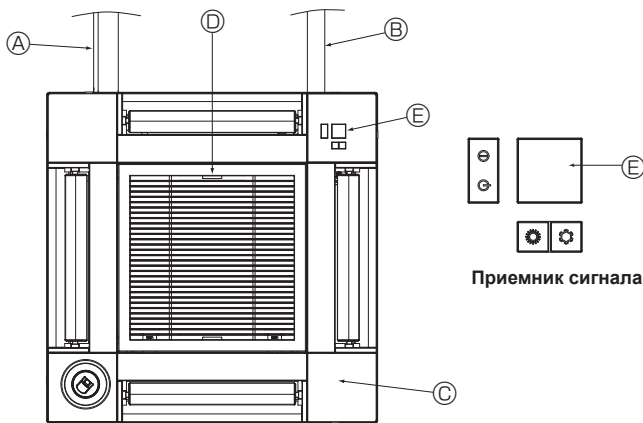

Fig. 10-17
- ② Отсоедините разъем мотора дефлектора, который вы хотите заблокировать. (При нажатии кнопки снимите разъем в направлении, указанном стрелкой, как показано на схеме). После снятия заизолируйте разъем изолянтной.
10.5. Установка решетки впуска воздуха (Fig. 10-17)